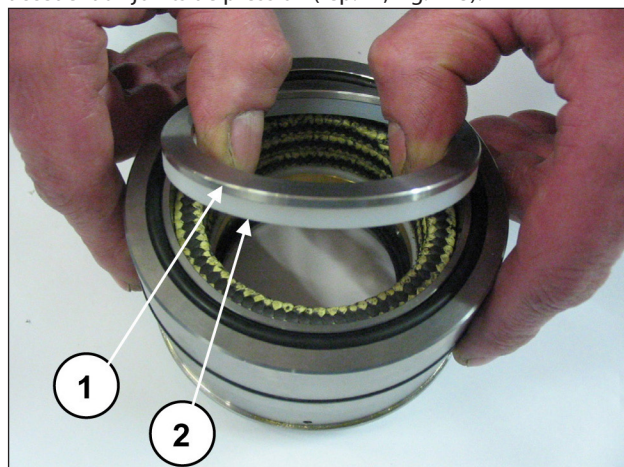
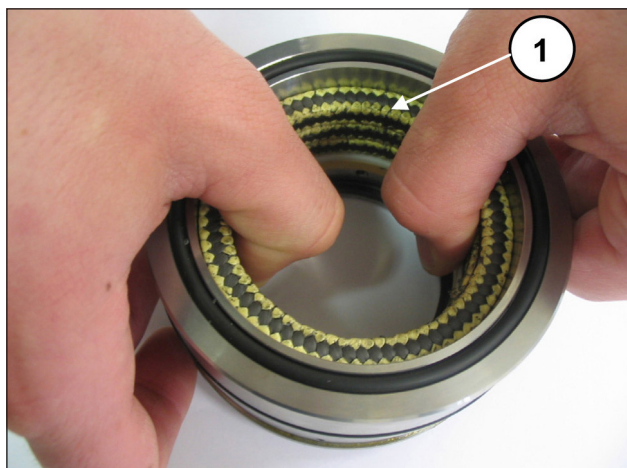

Fig. 142
Fig. 143
Séparer le support des joints de la chemise, déposer l'anneau pour ressort et le segment racleur (rep. ① ②, Fig. 142) pour accéder aux joints de pression (rep. ①, Fig. 143).